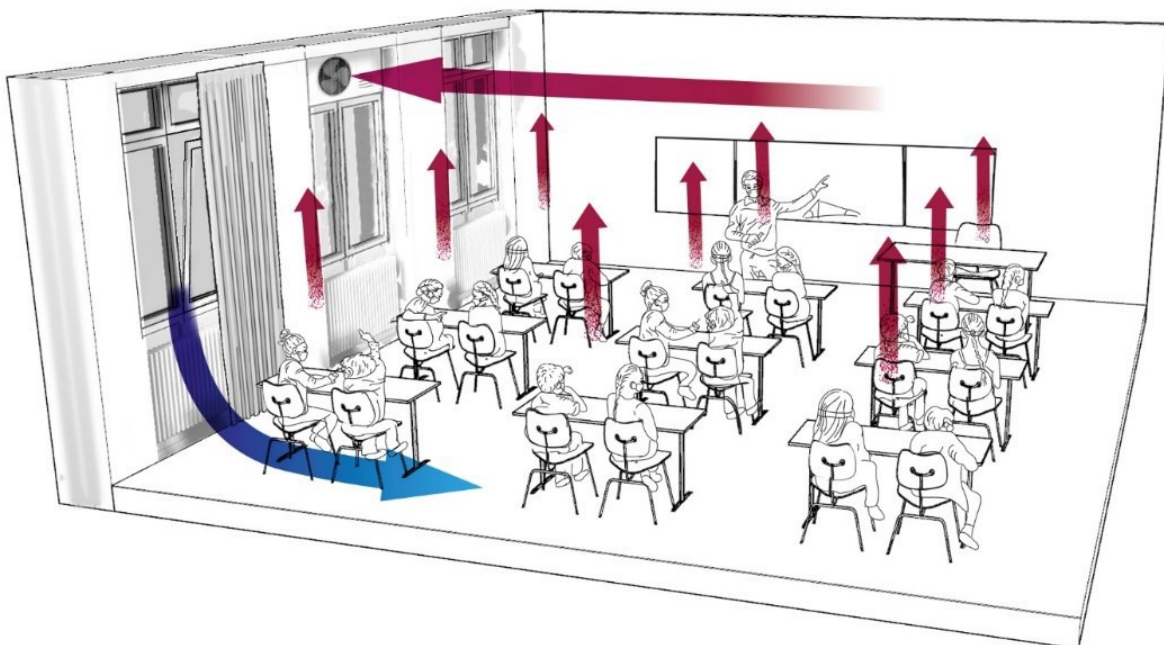

Abbildung 1: Schematische Darstellung eines Fensterlüftungssystems mit einfachem Abluftventilator und bodennahe Zuluft (ventilation-mainz.de).
- Frischluft soll durch ein geöffnetes Fenster in Bodennähe einfließen, sodass sich Konzentrationsunterschiede zwischen Boden und Decke bilden (Quellluffteffekt, Abbildung 1). Bei niedrigen Außentemperaturen fließt die kalte Außenluft von selbst zu Boden. Dazu reicht ein Fenster, das etwa 10-12 cm offensteht und idealerweise in eine Raumecke zeigt. Nach Möglichkeit sollte eher die Drehfunktion als die Kippfunktion des Fensters genutzt werden - für möglichst direktes Einfließen zum Boden. Bei wärmeren Temperaturen kann die Außenluft durch einen Vorhang oder Vorbau Richtung Boden geleitet werden.